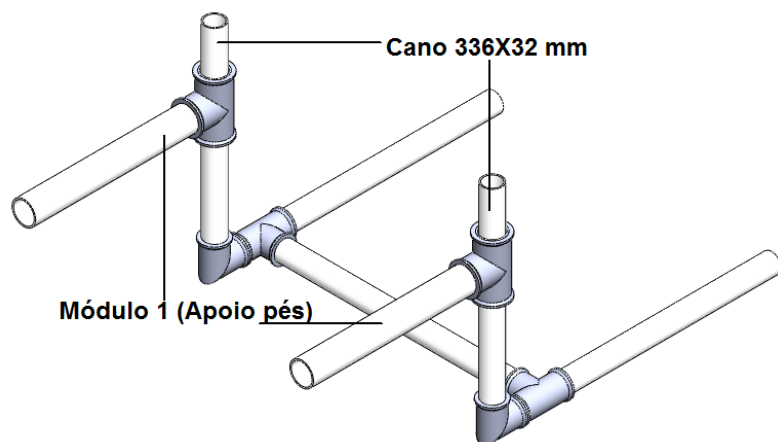

Figura 31. Montagem Final – Passo4
- Passo 4: Coloque os 2 módulos 1 (Apoio pés) nos canos 336X32 mm do passo 3, como mostrado na figura 31 (1 unidade);